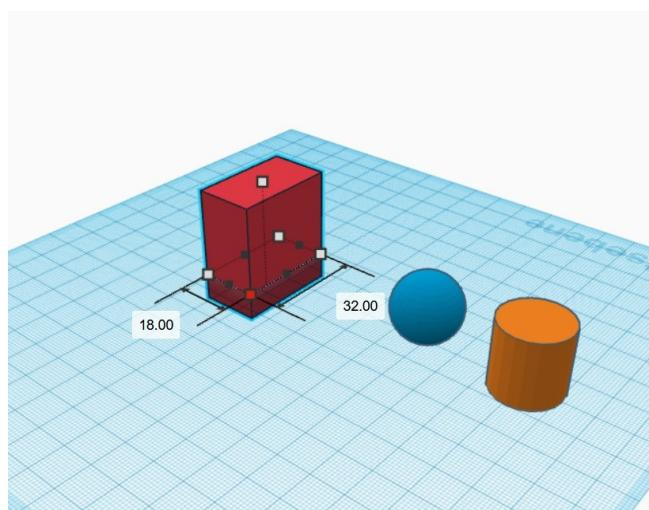

Abb. 2: Größenskalierung beim Quader
2. Die Größe des Quaders wird nun so angepasst, dass er deutlich breiter und höher als die Kugel ist. Dazu muss mit der Maus an den schwarzen oder weißen Quadranten am Objekt gezogen werden (Abb. 2).